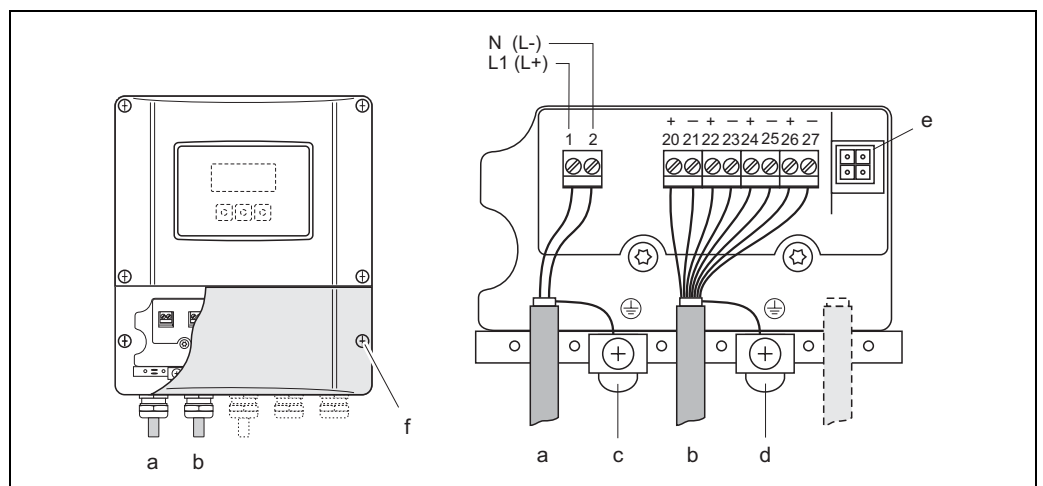

Fig. 23: Collegamento del trasmettitore (custodia da parete); sezione del conduttore: max. 2,5 mm²
- Schema elettrico (custodia da parete) → Fig. 23